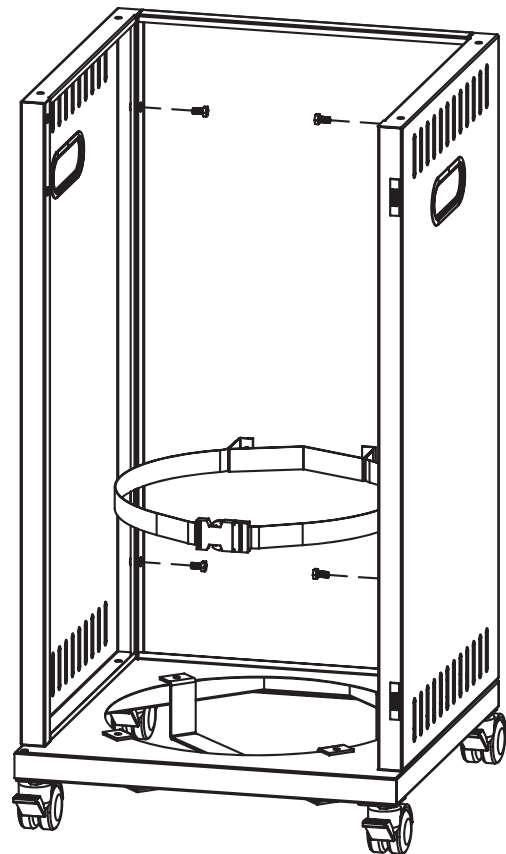

Рис. 8.
5. Установите заднюю панель на левую и правую боковые панели с помощью четырех винтов с шестигранной головкой M6x12 (обратите внимание, что круговой кронштейн газового баллона должен располагаться внизу) (рис. 8).